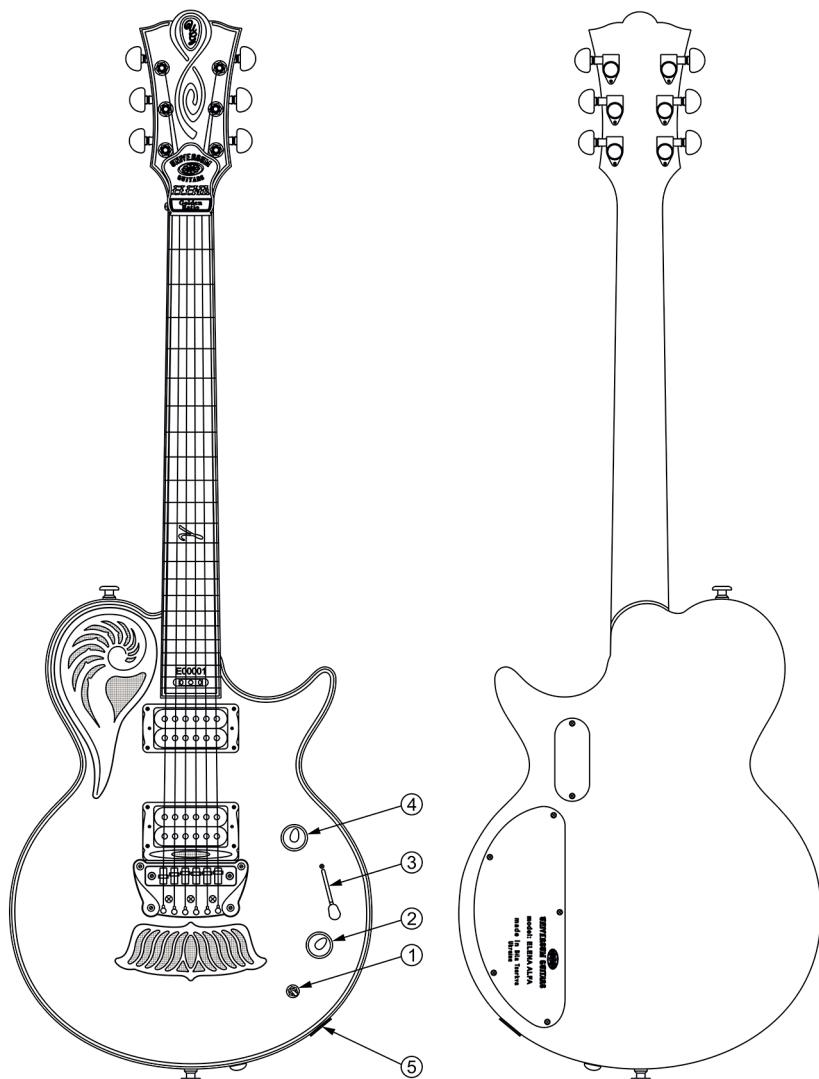

Fig. 19
- Prise de sortie électromagnétique (Fig. 19 position 5).
- Batterie - 1 pièce. (Fig. 19 position 6).
- 2) Bras du potentiomètre de réglage de la tonalité (Fig. 19 position 2) avec commutateur à deux directions de type «Push-Pull». Le commutateur coupe un bobinage dans chaque lecteur électromagnétique.
- 3) Bras du commutateur-sélecteur à trois positions (Fig. 19 position 3): inverse la combinaison de commutation des lecteurs électromagnétiques.
- 4) Bras du potentiomètre de réglage du volume de la guitare électrique (Fig. 19 position 4).